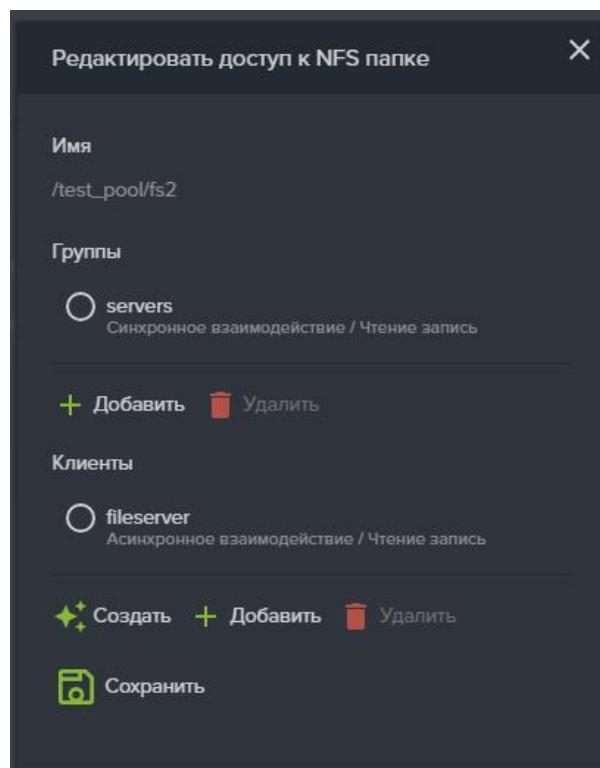

Рисунок 61. Окно редактирование доступа к NFS папке
- Нажмите на кнопку «Редактировать доступ», откроется соответствующее окно (см. Рисунок 61);